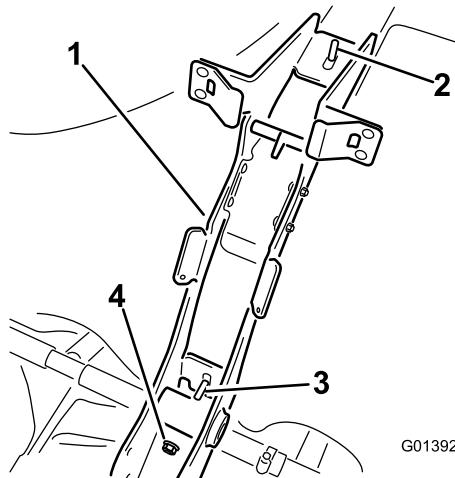

Figure 4
7. Fixez le bâti de support principal à la sangle de la cuve au moyen de 2 contre-écrous (Figure 4).